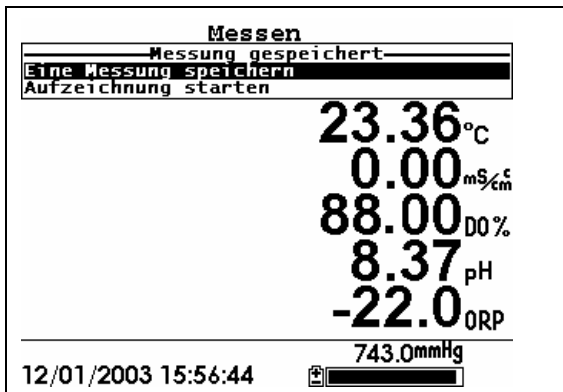

Abbildung 9.11 Messung gespeichert-Bildschirm
7. Bei der Speicherung einer einzelnen Messung, wird durch den Wechsel von **Menü** zu **Messung gespeichert** in der Kopfzeile des Messung-Bildschirms angezeigt, dass die Messung gespeichert wurde. Siehe Abbildung 9.11 *Messung gespeichert*. Springen Sie zu Schritt 9.